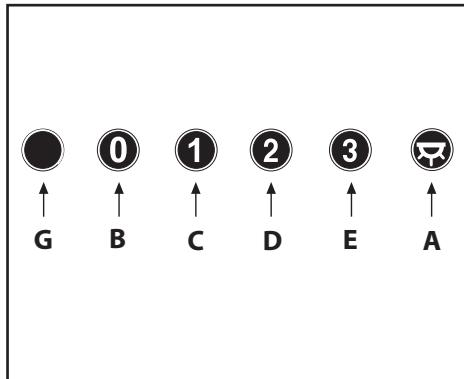

Fig.6
- Comandi meccanici (Fig.6) la simbologia è di seguito riportata: